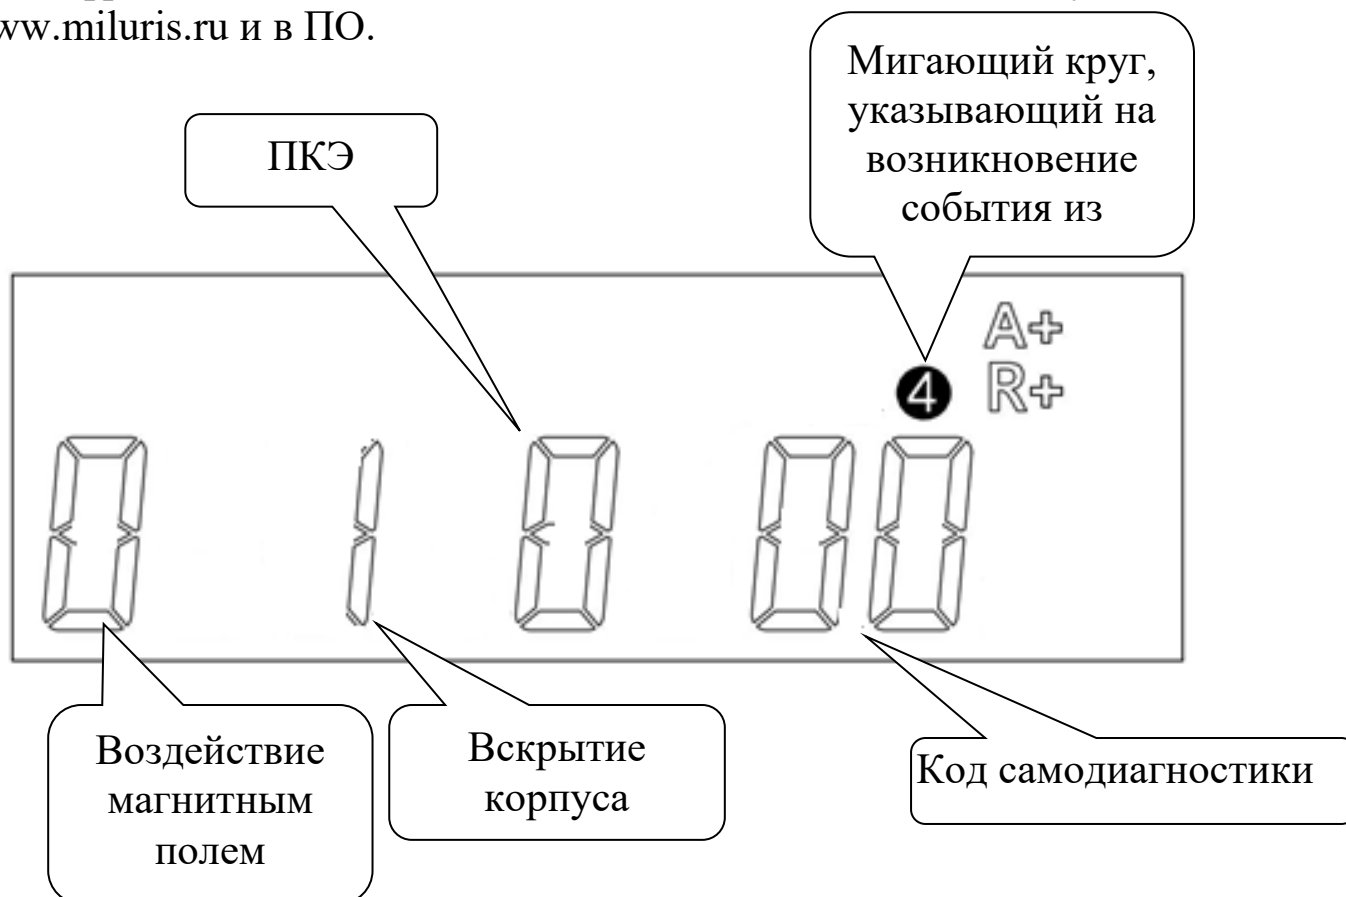

Рисунок 18 - Коды возникновения событий
*Просмотр события осуществляется в одном из циклов ручного режима в виде кода группы событий. При этом символ «0» означает, что событие не произошло, «1» – событие произошло, 00 – самодиагностика прошла успешно (рисунок 18). Произошедшие события записываются в соответствующие журналы событий и могут быть считаны по интерфейсу с помощью ПО. Расшифровка кодов самодиагностики на ЖКИ доступна на сайте www.miluris.ru и в ПО.